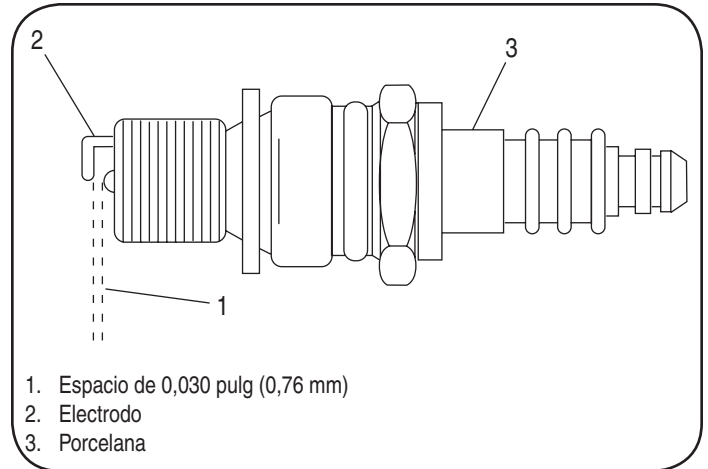

Figura 14
4. Controle el espacio del electrodo con un calibrador de separaciones y ajuste dicho espacio a 0,030 pulg (0,76 mm) si es necesario. Vea la figura 14.